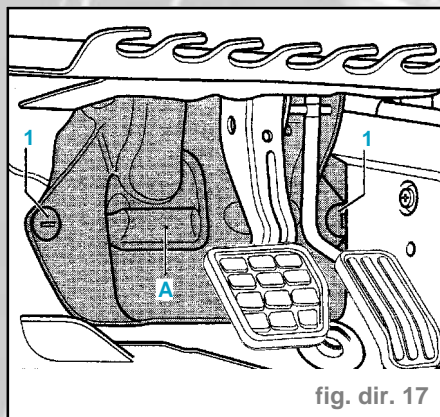

fig. dir. 17
- Dévisser les écrous en plastique (1) et déposer le cache (A) (fig. dir. 17).